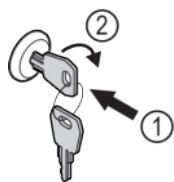

Fig. 52
- Schlüssel hineindrücken Fig. 52 (1).
- Schlüssel um 90° im Uhrzeigersinn drehen Fig. 52 (2).